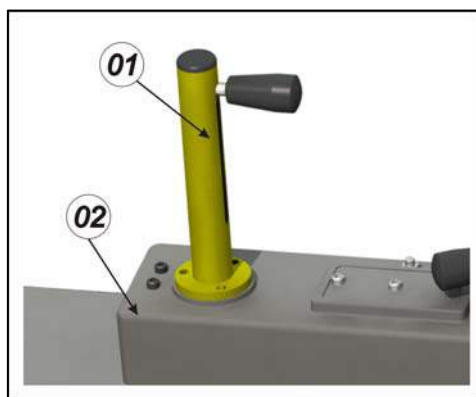

Fig. 12
- ✓ Coloque a peça 01 em cima da peça 02 como fig. 12.